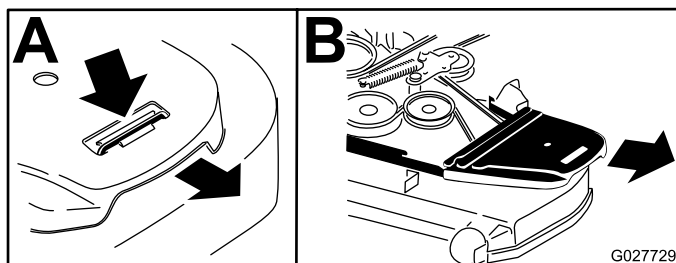

Figura 64
7. Retire las cubiertas de la correa (Figura 64).